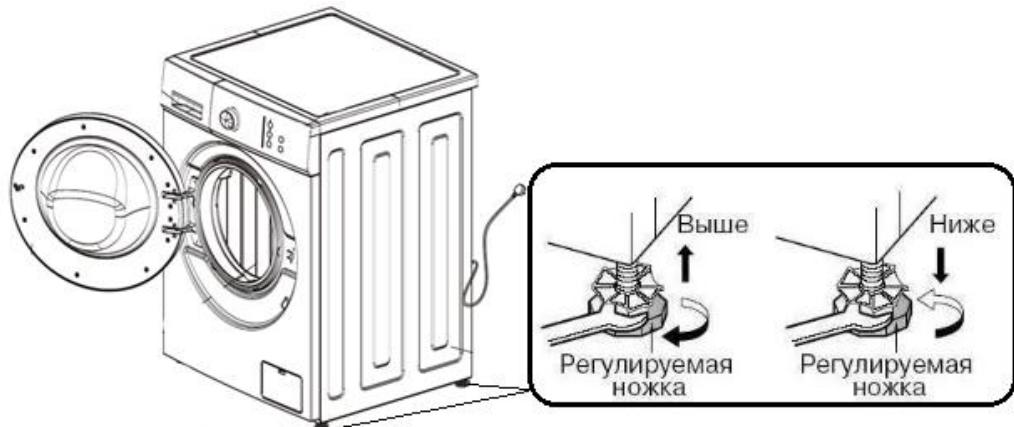

Рисунок 10
- **Регулирование установочных ножек.** Отрегулируйте регулировочные ножки, чтобы стиральная машина стояла горизонтально иочно на поверхности пола. После регулировки надежно затяните контргайку (см. рисунок 10). Не ставьте стиральную машину на платформу, которая находится выше уровня пола, чтобы предотвратить случайное падение машины.